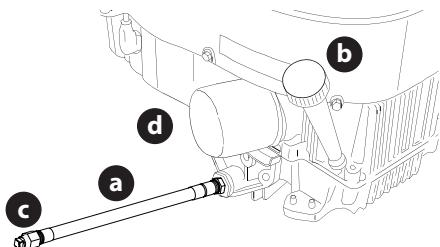

Figure 30
5. Retirez le filtre à huile et laissez l'huile s'écouler dans le récipient (Figure 30).
6. Remplacez le filtre à huile (d) et remplissez le moteur avec de l'huile neuve selon les instructions de la notice d'utilisation du moteur (Figure 30).